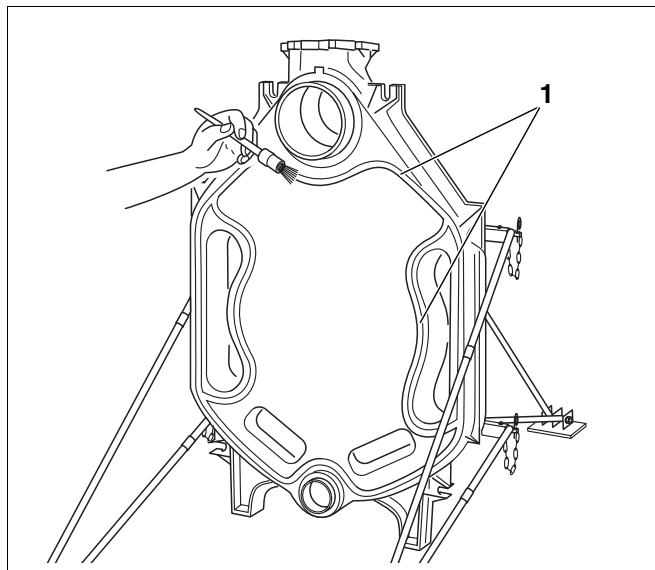

Fig. 12 Smøring af tætningsporene med klæbemiddel
Tætningssporene (Fig. 12, **pos. 1**) skal være rene og tørre ved iklæbning af tætningsnoren (KM-snor).